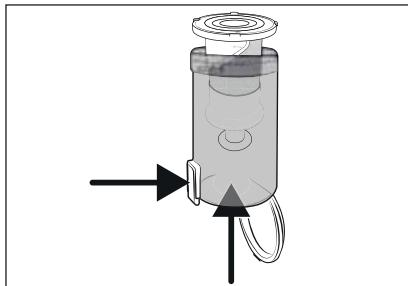

Fig. 18
- Tag filteret af rustfrit stål ⑤ ud af støvbeholderen ⑥ ved at trykke på oplåsningsknappen til støvbeholderdækslet ⑦. Skub så filteret af rustfrit stål ⑤ ud af støvbeholderen ⑥ nedefra (se fig. 18).